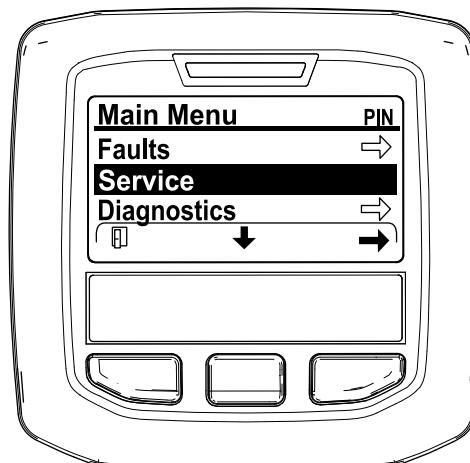

図 37
- メインメニュー MAIN MENU 画面で、中央ボタンを押して整備 SERVICE メニューへ移動し、右ボタンで整備 SERVICE を選択する 図 37。